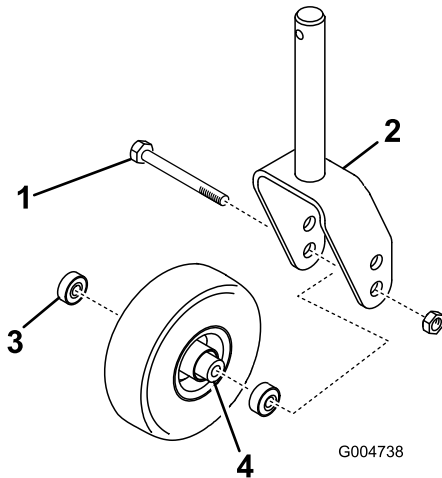

Figura 23
2. Togliete il dado di bloccaggio dal bullone che fissa la rotella orientabile alla forcella (Figura 23). Afferrate la ruota orientabile ed estraete la vite a testa cilindrica dalla forcella o dal braccio di rotazione.
3. Togliete il cuscinetto dal mozzo della ruota e lasciate cadere il distanziale del cuscinetto (Figura 23). Togliete il cuscinetto dalla parte opposta del mozzo della ruota.